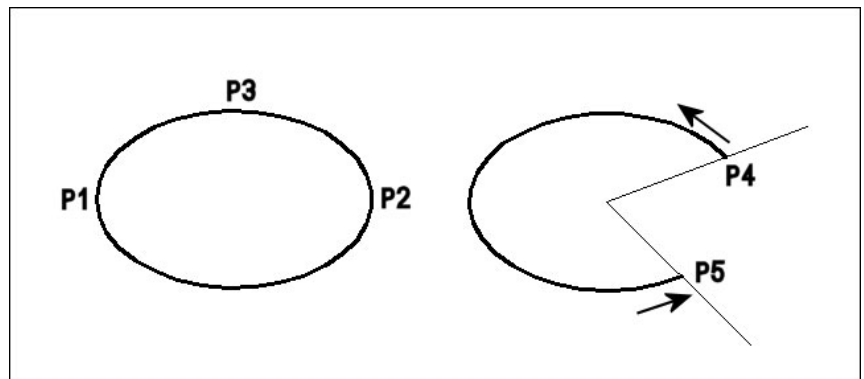

Fig.4.37
- 4 Pointer la direction de l'angle d'arrivée : P5 (fig.4.37).